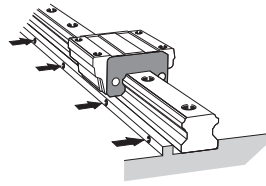

Fig.9 Ajuste de los tornillos de ajuste
- (3) Sujete los tornillos de ajuste del rail LM en orden con una fuerza suficiente como para que el rail haga contacto cercano con la superficie lateral de montaje. (Fig.9)